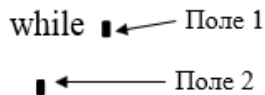

Рис. 8.9. Структура оператора циклу *while*
- клацнути по кнопці *while* панелі Програмування. На екрані з'являються елементи, показані на рис. 8.9;